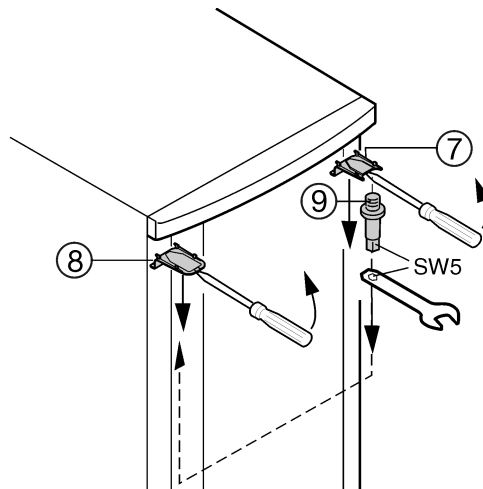

Fig. 5
- ▶ Vipp ut oppe dekselet Fig. 5 (7) og dekselet Fig. 5 (8) med en skrutrekker og fjern de på skrått nedover.
- ▶ Lagerbolten Fig. 5 (9) skrues ut og skrues inn igjen på motsatt side. Bruk den innvendige sekskanten i vedlagte skrunøkkel.
- ▶ Monter dekselet Fig. 5 (7) igjen på samme side som lagerbolten: sett det på bak og la det klikke på plass foran.
- ▶ Montere dekselet Fig. 5 (8) på motsatt side: sett det på bak og la det klikke på plass foran.
- ▶ Heng døren inn på lagerbolten Fig. 5 (9) og lukk døren.